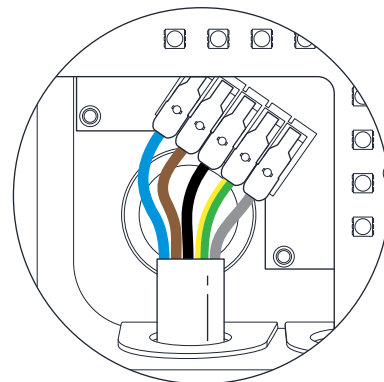

Fig. 8 - Sequenza dei fili del cavo di alimentazione
16. Inserire i conduttori del cavo di alimentazione nei connettori di ingresso montati sul PCB e chiudere ogni leva dei connettori. Assicurarsi che i fili siano completamente inseriti nei connettori, nessuna parte spoglia dei fili o fili sfilacciati devono essere visibili (protezione elettrica contro il contatto diretto). Un collegamento errato può risultare in un contatto improprio che può causare un rischio di incendio. **(Fig. 8)**